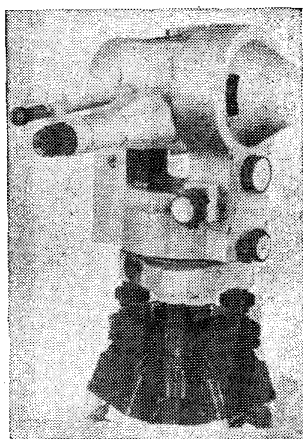

Рис. 10. Редуцирующий тахеометр двойного изображения ТД
2.20. Тахеометр двойного изображения ТД (рис. 10) предназначен для измерения углов и линий в ходах полигонометрии с относительной погрешностью $1:5000$. Может быть использован для определения координат углов кварталов и отдельных зданий и сооружений при комбинированном способе горизонтальной съемки, определения превышений по той же рейке, по которой измеряют расстояния, и нивелирования горизонтальным лучом.